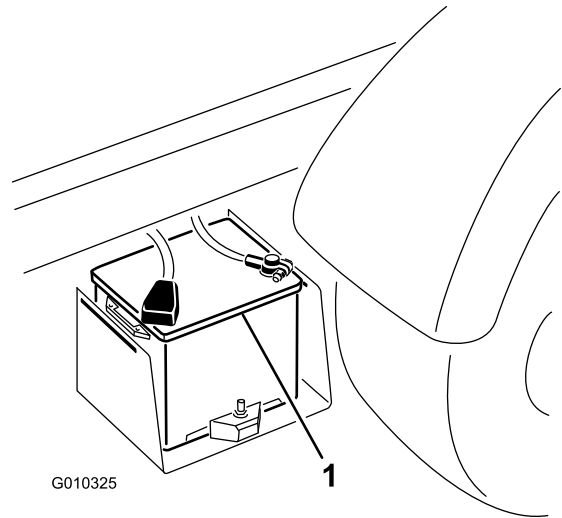

Figure 49
2. Raccordez un câble de démarrage entre les bornes positives des deux batteries (Figure 49). La borne positive se reconnaît au signe « + » figurant sur le couvercle de la batterie.